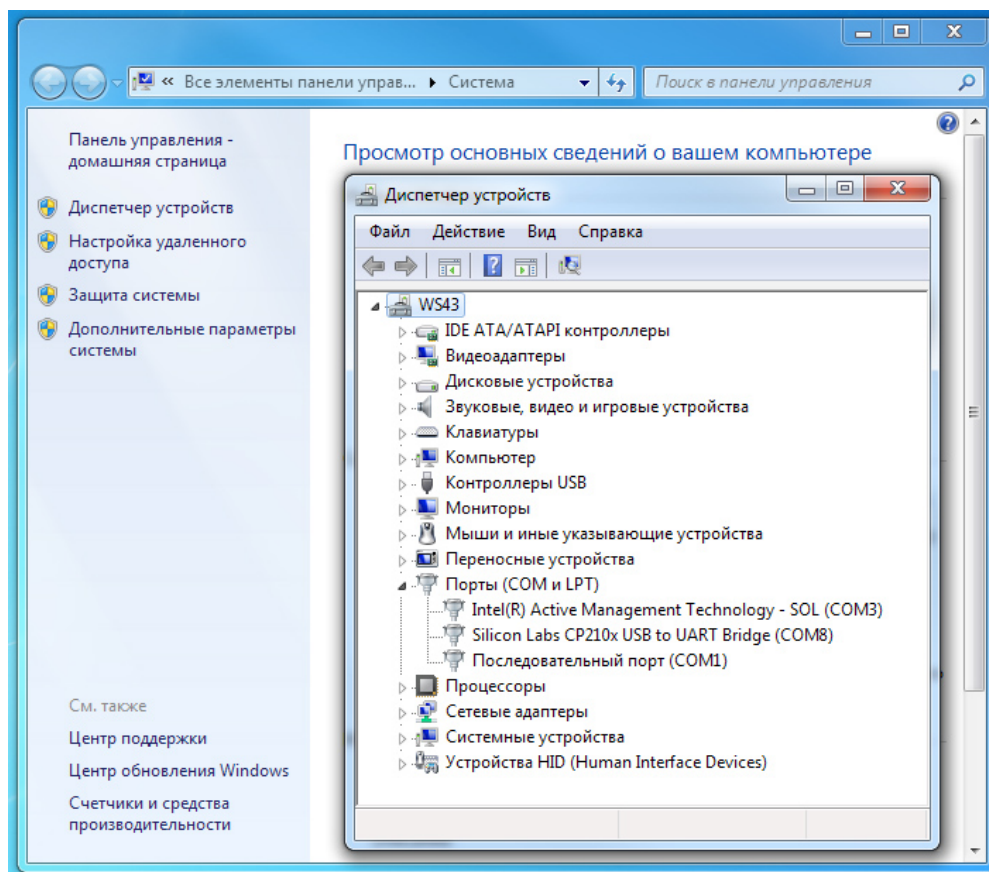

Рис. 7. Виртуальный COM-порт в диспетчере устройств
- в открывшемся окне программы-конфигуратора, в меню с выбором устройства слева, выбрать необходимое устройство (PLD8220-G3). Номер порта можно найти нажав WIN+PAUSE, в Диспетчере Устройств, в группе Порты (COM и LPT) (рис. 7). Далее необходимо нажать кнопку «Подключить». Если устройство не определилось, необходимо нажать кнопку «Обновить».